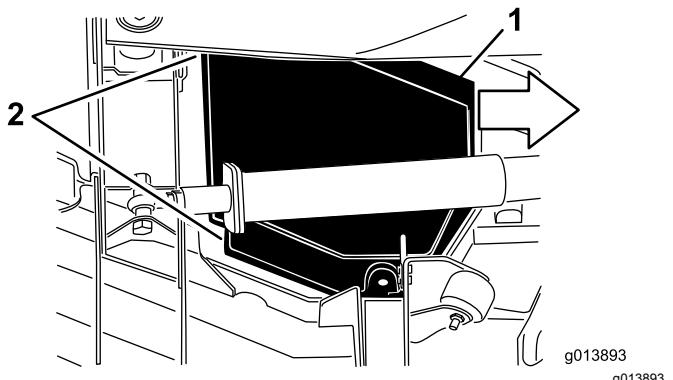

Figura 78
5. Enquanto levanta a cobertura, desloque-a na direção da unidade de tração aproximadamente 2,5 cm para desengatar a extremidade da cobertura exterior da plataforma (Figura 78).